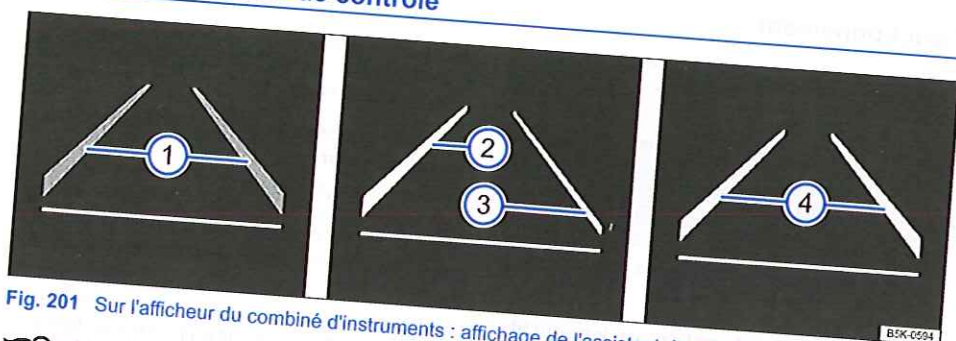

Fig. 201 Sur l'afficheur du combiné d'instruments : affichage de l'assistant de maintien de voie.
Zones d'affichage $\Rightarrow$ fig. 201 :
- Le système doit avoir repéré une signalisation au sol respectivement à gauche et à droite du véhicule → fig. 201.